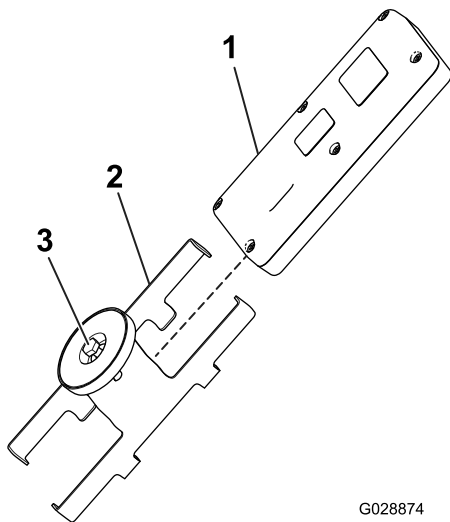

Figura 25
1. Afloje el perno del imán situado en el soporte magnético remoto (Figura 25).
2. Separe los lados del soporte y retire el control remoto (Figura 25).
8. Instale el control remoto de mano en el soporte magnético remoto, una las dos mitades para ajustarlo y apriete el perno del imán (Figura 25).